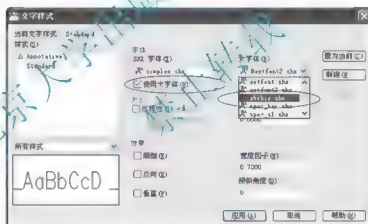

图 3.5 选择“gbcbig.shx”大写字母
② 勾选【使用大字体】复选框, 然后在【大字体】下拉列表中选择“gbcbig.shx”选项, 如图 3.5 所示。